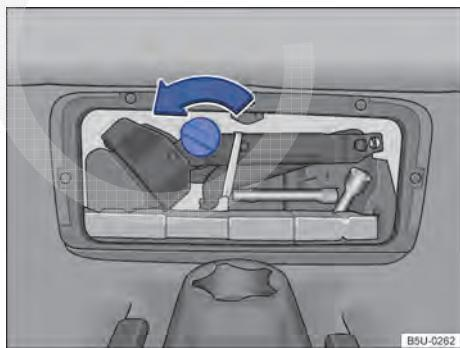

Fig. 191 Manípulo de fixação da caixa de ferramentas de bordo.
- Girar o manípulo no sentido anti- horário → Fig. 191 para destravar o macaco e a acessar as ferramentas de bordo.